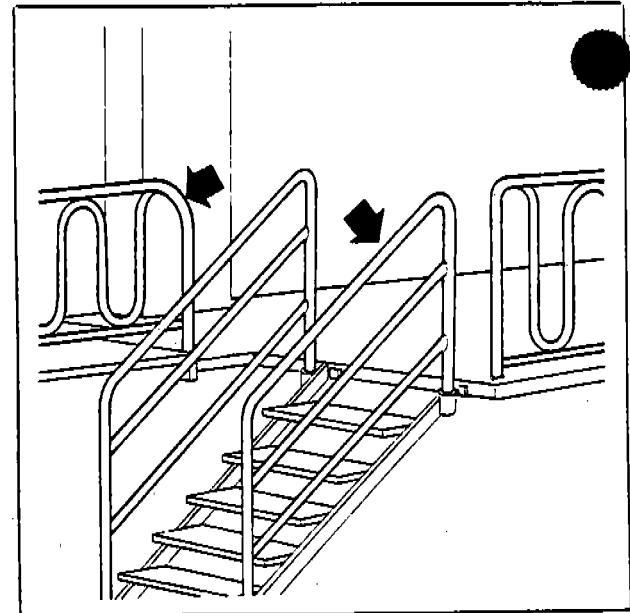

Fig. 31
- e) Position all fences on stairs and plateform, matching the marks and secure them with pins and safety clips (Fig. 31).
- e) Montare i cancelli di sicurezza sulla pedana e scale, rispettando le sigle riportate sulla pedana (Fig. 31). Fissare con relative spine e copiglie.